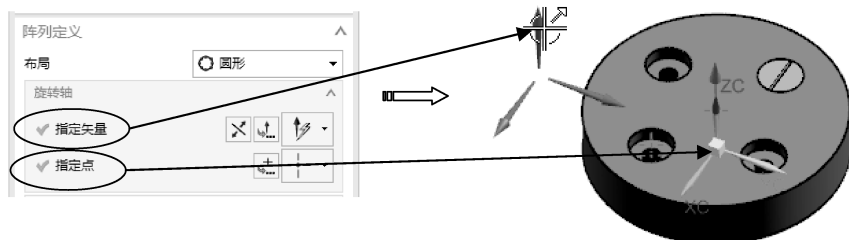

图 7-32 选择旋转轴
- 05 指定旋转轴。激活【指定矢量】命令, 选择 Z 轴作为旋转轴, 激活【指定点】命令, 选择坐标系原点作为旋转点, 如图 7-32 所示。